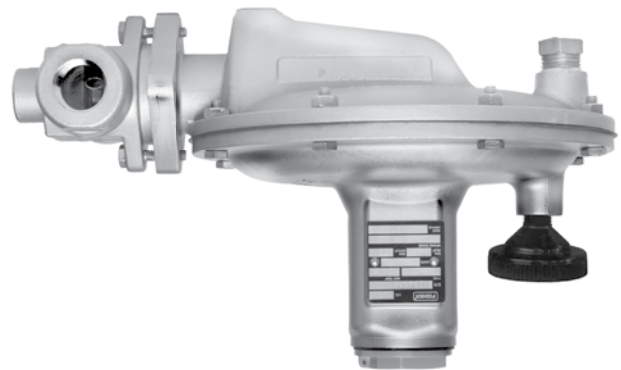
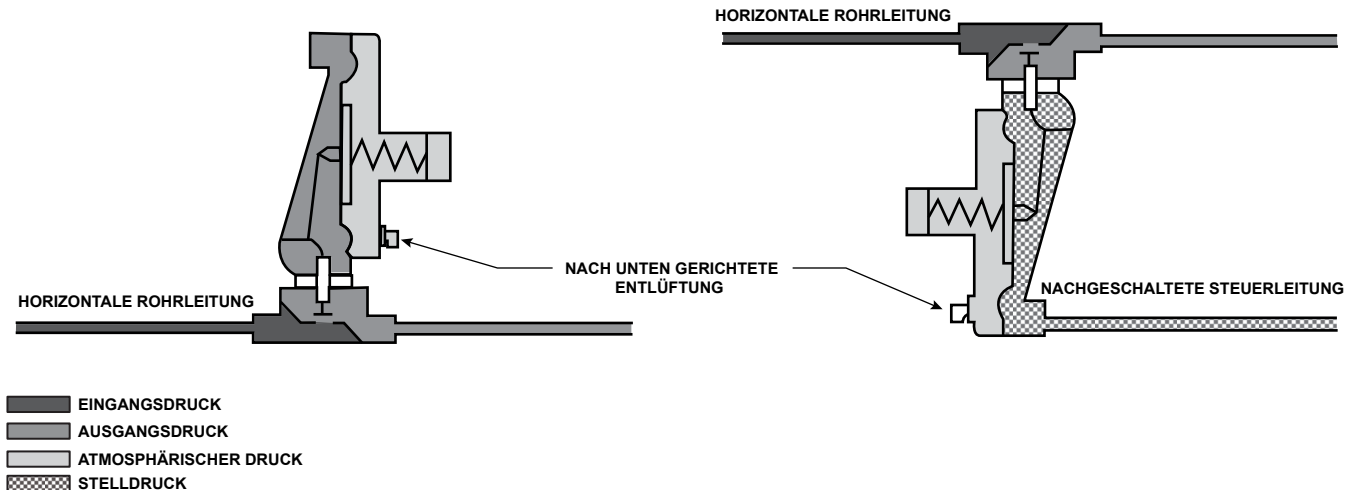

Abbildung 1. Tankbegasungsregler Typ T205
Abbildung 4. Antriebsgehäuseentlüftung des Typ T205 – Schemata
- Der Regler kann in jeder Einbaulage montiert werden, solange die Durchflussrichtung im Gehäuse dem Pfeil auf dem Gehäuse entspricht. Bei Einsatz eines Reglers vom Typ T205 oder T205M sollte der Regler mit dem Federgehäuse nach unten installiert werden (siehe Abbildung 1), um die angegebenen Kapazitäten bei niedrigem Sollwert zu erreichen. Für eine vollständige Entleerung des Antriebsgehäuses sollte der Regler wie in Abbildung 4 dargestellt installiert werden. Wenn bei der Inspektion oder Wartung der Betrieb aufrechterhalten werden muss, um den Regler einen 3-Ventil-Bypass installieren.